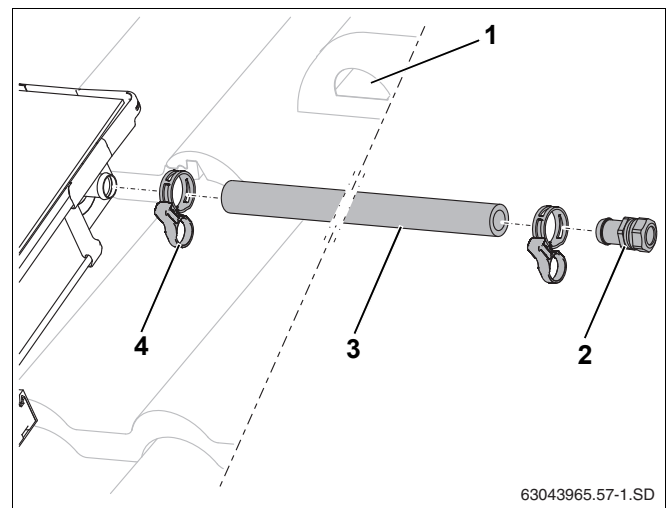

Рис. 51 Монтаж подающей линии (без воздушного клапана на крыше)
- ▶ Наденьте длинный шланг (1000 мм, рис. 51, поз. 3) на штуцер коллектора для подключения подающей линии и закрепите пружинным хомутом (рис. 51, поз. 4).
- ▶ Вставьте наконечник с зажимным кольцом (рис. 51, поз. 2) в шланг солнечного коллектора до упора и зажмите пружинным хомутом.
- ▶ Подключите сборную линию к наконечнику $R\frac{3}{4}$ с зажимным кольцом (18 мм) (рис. 51, поз. 2).